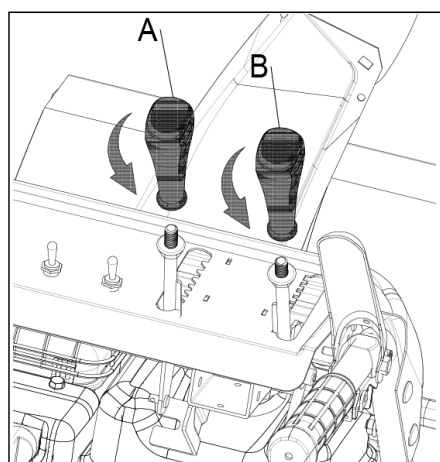

Рис. 5
4.4. Установка ручек управления (Рис.5).
Установите ручки (А) и (В) на стержни и закрепите их в правильном направлении (Рис. 5).